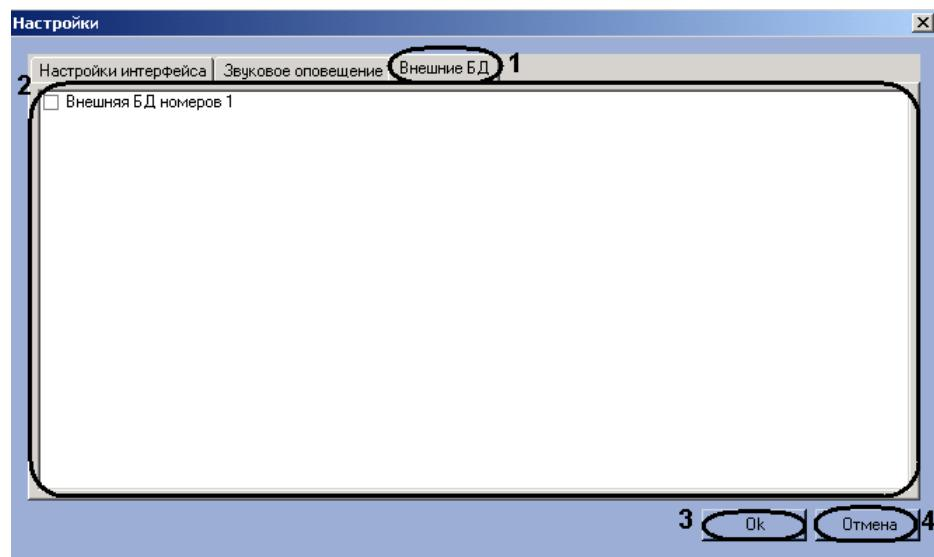

Рис. 7.9—13 Выбор внешних баз данных в качестве баз данных «Оперативного слежения»
4. Установить флагки напротив тех внешних баз данных, которые необходимо использовать в качестве баз данных «Оперативного слежения» (см. Рис. 7.9—13, 2).